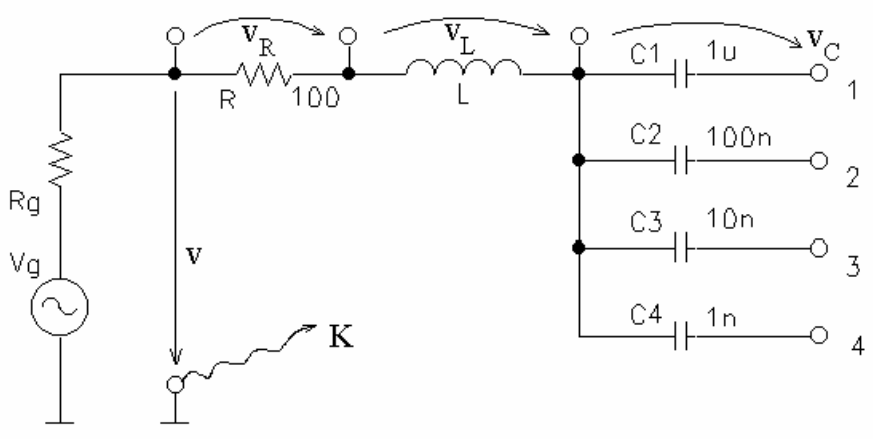

Figura 5
1. Se aplică la intrarea circuitului din figura 5 un generator sinusoidal având frecvența de 10kHz și valoarea efectivă a tensiunii la borne (în gol) între 1 și 2 V.